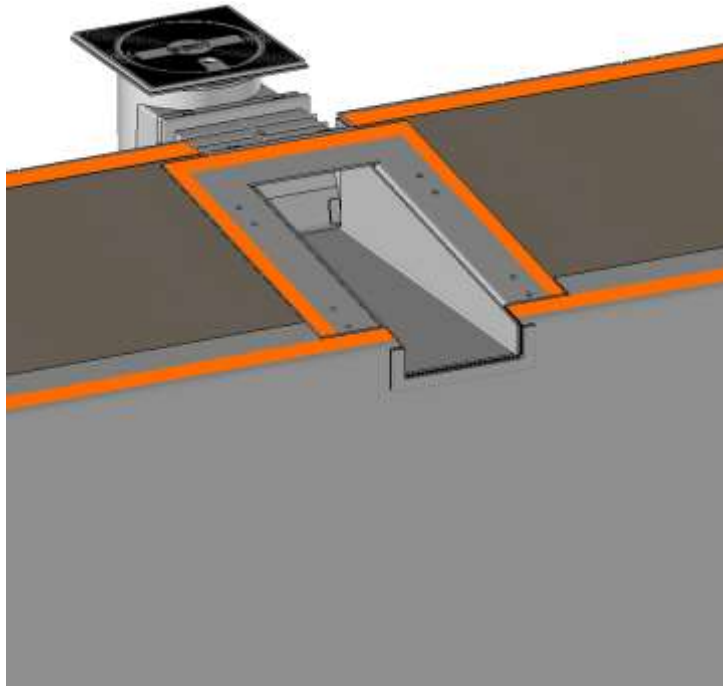

Figure 16 : Disposition de l'adhésif avant enduit n°3
- Disposer de l'adhésif sur le pourtour du bassin. Au niveau de la membrane, le poser à environ 50 mm du bord de la membrane de sorte à poser de l'enduit que sur une moitié de la membrane (Figure 16).